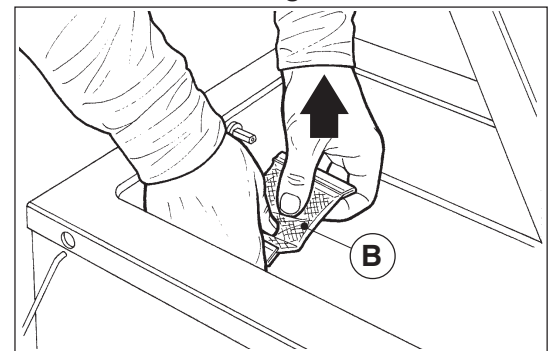

Fig. 3
- 4) Tomar y tirar hacia arriba el cojinete situado debajo de la barra (B, Fig. 3).